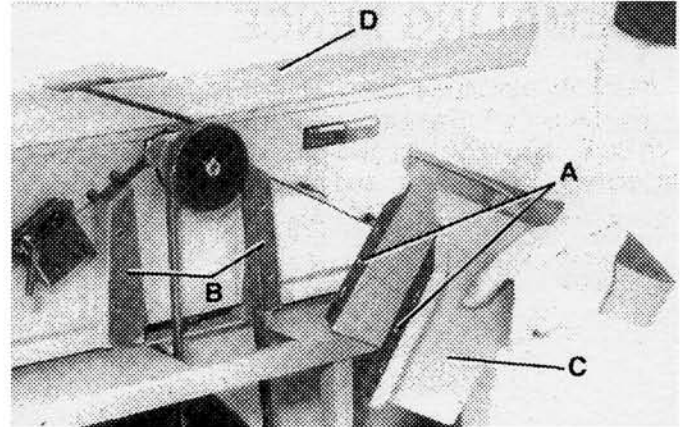

FIGURE 7
1. Alignez les deux goupilles (A) Fig. 7, du support de montage (C) avec les deux trous (B) à l'arrière de la dégauchisseuse (D).